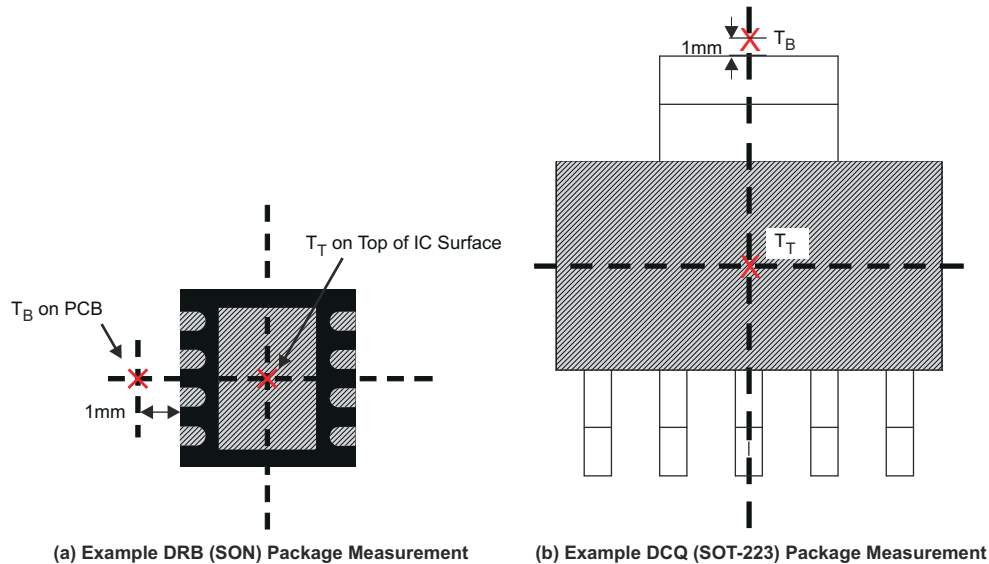

図 7-8.  $T_T$  および  $T_B$  の測定ポイント
- $T_B$  は、PCB 表面上でデバイス パッケージから 1mm 離れた場所で測定された PCB 温度です (図 7-8 を参照)